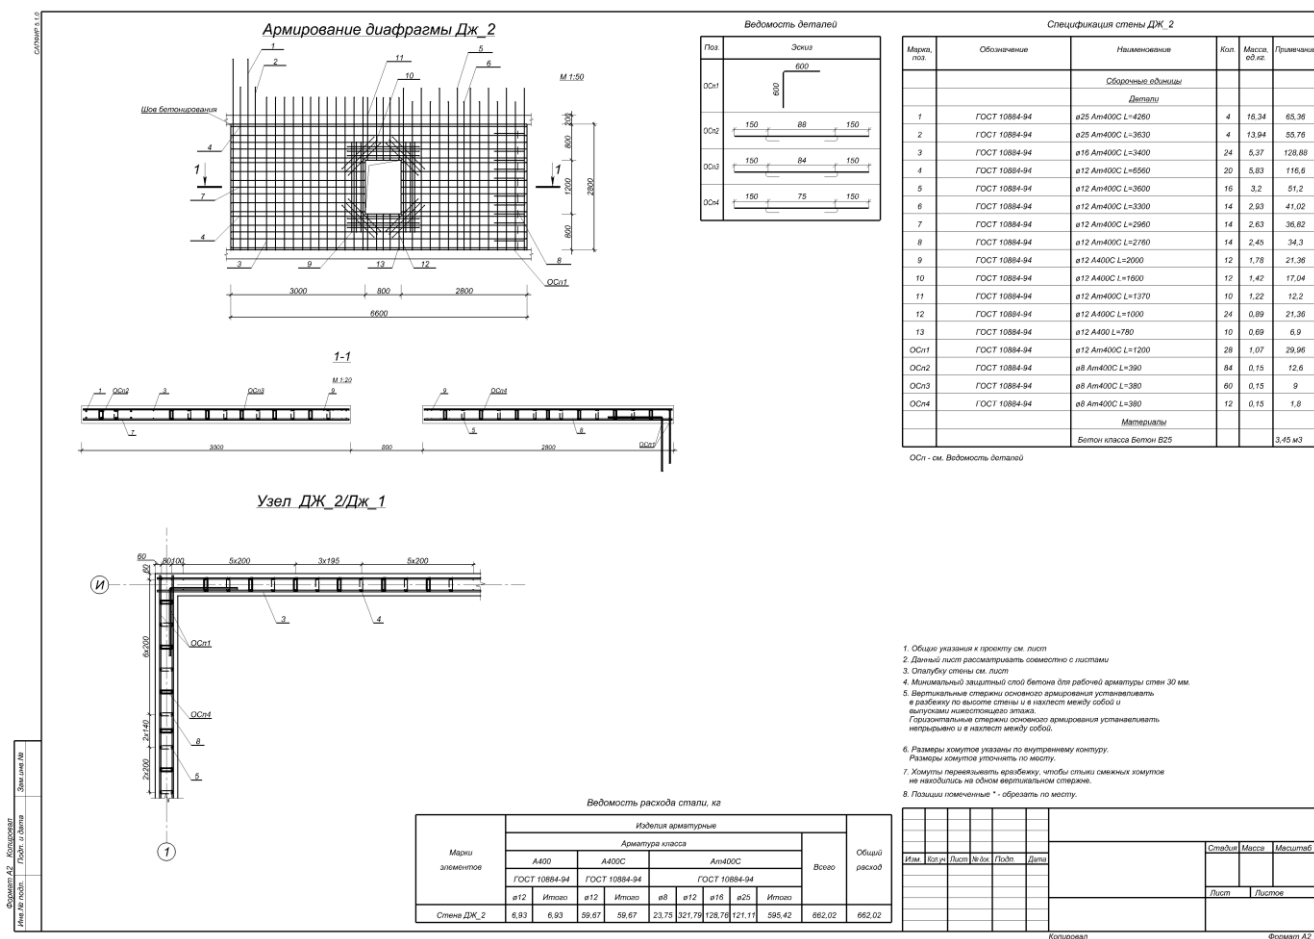

Рис.8.32. Чертеж армирования монолитной стены ДЖ_2
- Таким же образом вытяните на чертеж вид  **этаж #6: Узел ДЖ_2/Дж_1** (рис.8.32).